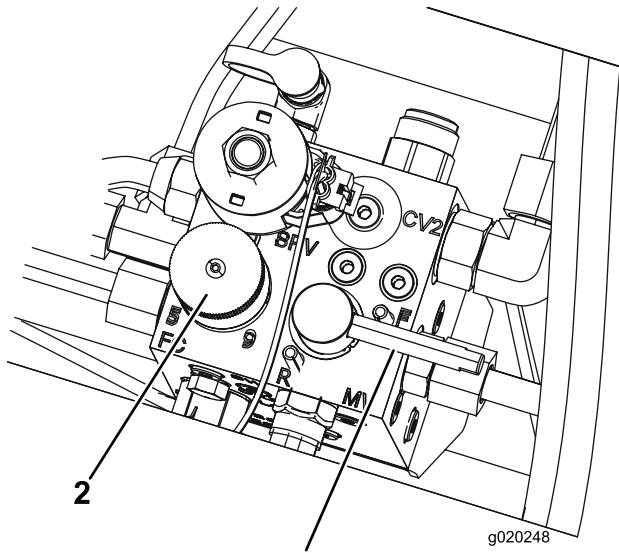

Bild 81
- Stellen Sie das Bedienelement für die Spindeldrehzahl auf die Stellung 1 (Bild 81).
| 6. Drehen Sie den Läpphebel in die R-Stellung (Bild 81). |                           |
- Drehen Sie den Läpphebel in die R-Stellung (Bild 81).